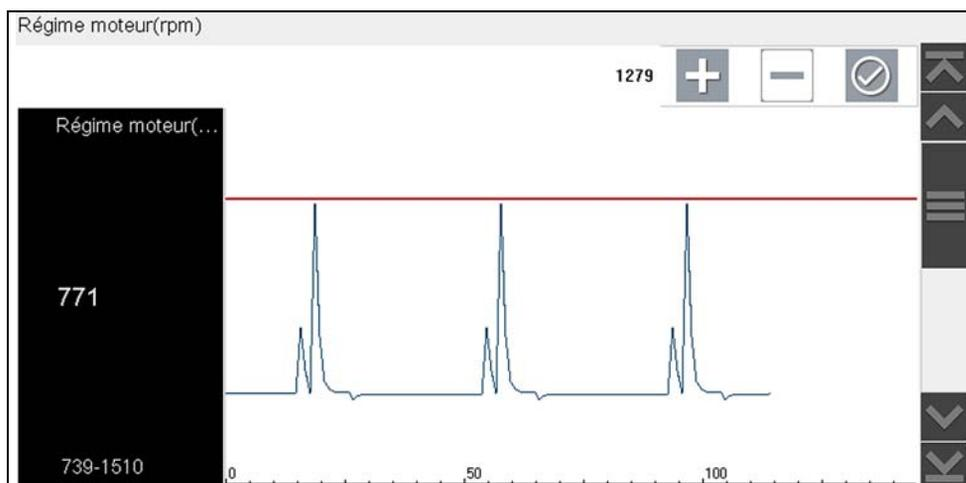

Figure 4-43
Un graphique du PID mis en surbrillance et les icônes de configuration s'affichent (Figure 4-43).
Le point de déclenchement supérieur doit d'abord être défini. Une ligne horizontale rouge est affichée sur le graphique de données (Figure 4-43) représentant le point de déclenchement supérieur.
4. Utilisez les icônes plus (+) et moins (-) (Figure 4-43), ou les flèches haut ▲ et bas ▼ pour modifier la position du point de déclenchement supérieur.